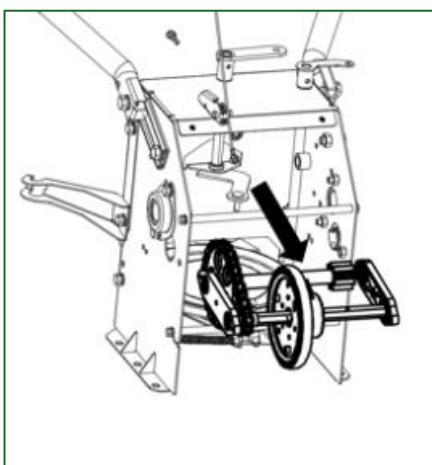

Abbildung 26
4. Ziehen Sie mit Gewalt an der Sechskantwelle und entfernen Sie die Baugruppe aus Sechskantwelle und Übergangswelle. Siehe Abbildung 26.